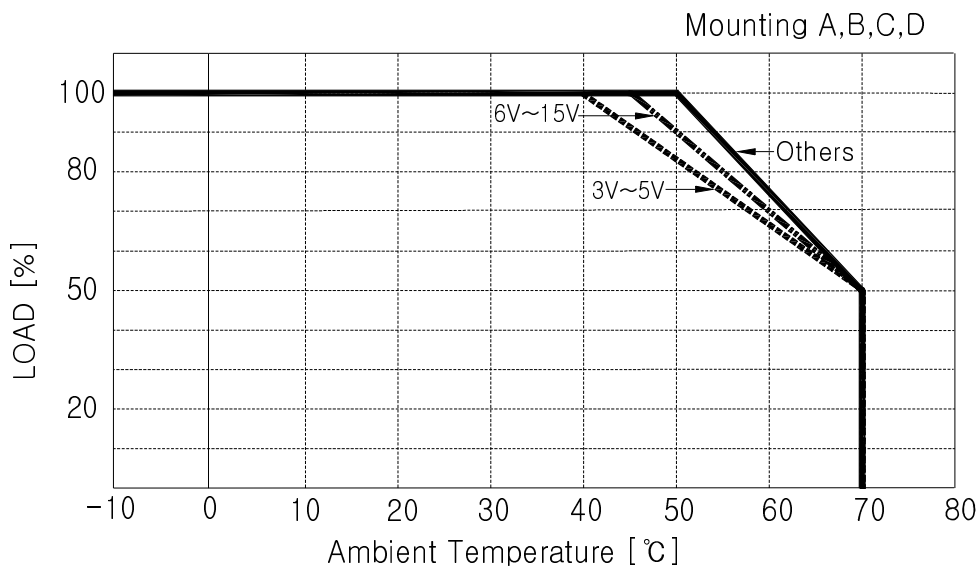

Fig. 19 Ambient Temperature derating curve
- o 입력 전압을 AC100 ~ 264V로 사용할 경우 실장방법 및 주위온도에 따른 Output Derating은 Fig. 19와 표4와 같습니다.